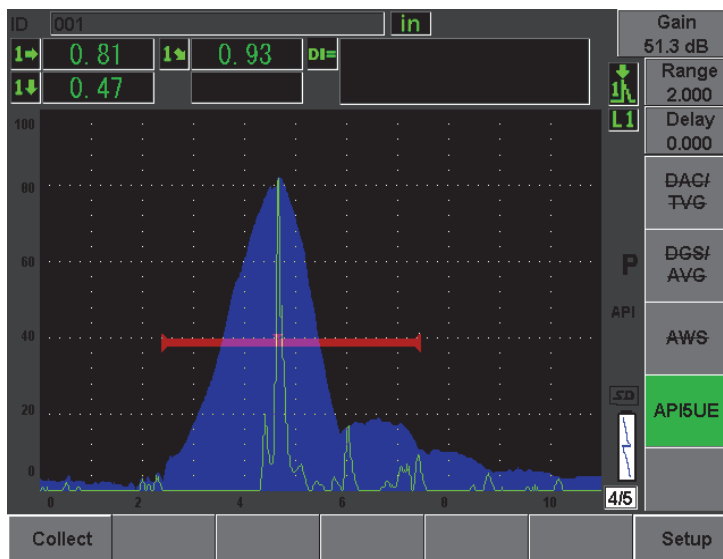

Рис. 12-23 Данные калибровки в режиме сбора данных
4. Нажмите **[P1]**, чтобы получить данные A_{\max} , T_1 и T_2 от огибающей (см. Рис. 12-23 на стр. 265).